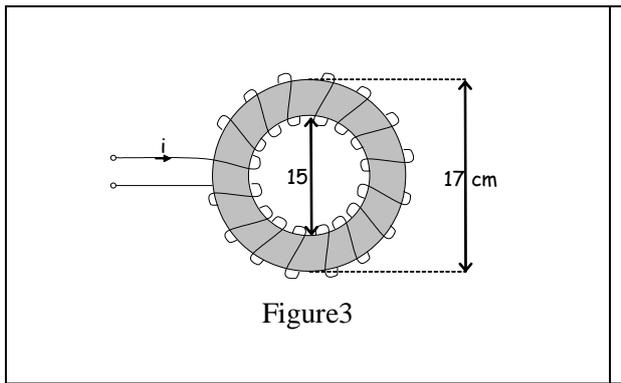

Figure3
2. Le tore est constitué d'un matériau ferromagnétique dont la courbe d'aimantation B(H) est donnée sur la figure 3. On veut obtenir un champ magnétique d'intensité 1.6T dans le matériau.